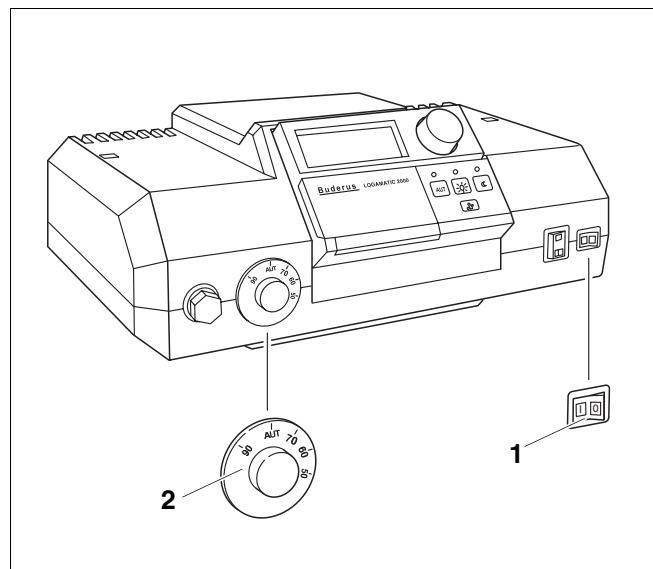

Fig. 3 Aparat de reglare (aici de exemplu: Logamatic 2000)
Porniți cazanul de încălzire prin intermediul aparatului de reglare (în exemplul de aici (fig. 3): aparat de reglare modelul 2000). Prin punerea în funcțiune a aparatului de reglare se pornește automat și arzătorul. Arzătorul poate fi pornit în ultimă instanță și de la aparatul de reglaj. Mai multe informații referitoare la aceste aspecte puteți citi în instrucțiunile de folosire ale aparatului de reglare și ale arzătorului.
- Fixați regulatorul de temperatură a apei din cazan (fig. 3, **poz. 2**) pe poziția "AUT".
- Fixați comutatorul "Funcționare" (fig. 3, **poz. 1**) pe poziția "I" (pornit).
Opriți cazanul de încălzire prin intermediul aparatului de reglare (în exemplul de aici (fig. 3): aparat de reglare modelul 2000). Prin scoaterea din funcțiune a aparatului de reglare se oprește automat și arzătorul.
- Poziționați comutatorul "Funcționare" (fig. 3, **poz. 1**) în poziția "0" (OPRIT).